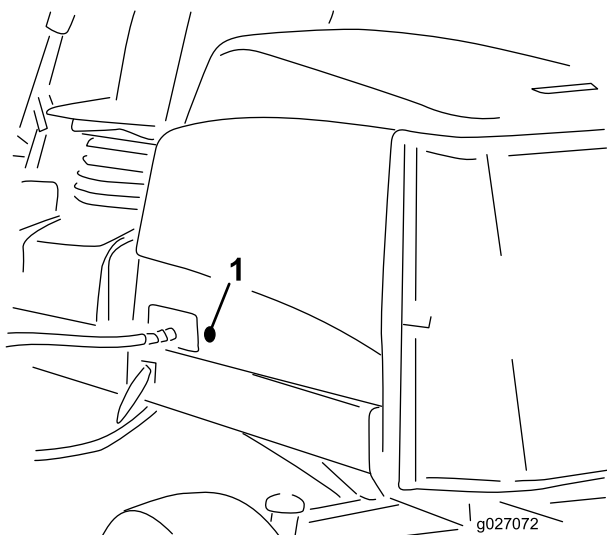

Figure 18
2. Retirez le passe-câbles en caoutchouc du trou situé du côté gauche du capot (Figure 18).